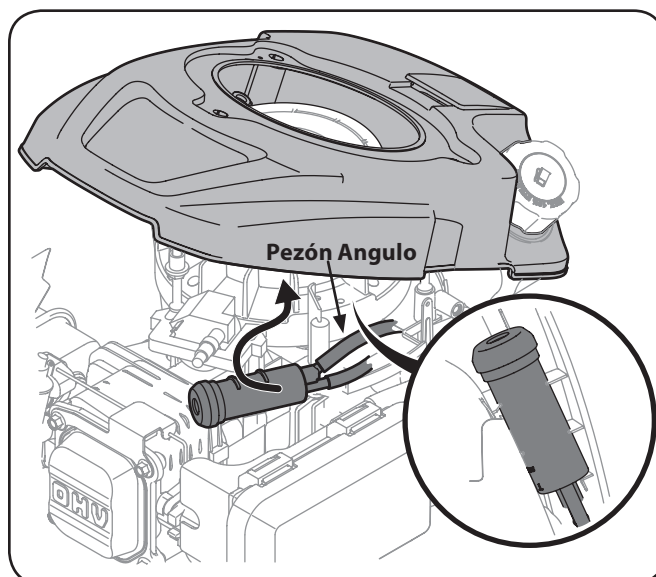

Figura 6-24
6. Vuelva a colocar la lata de carbono conjunto del filtro en su lugar debajo del motor interior cubierta. Ver Figura 6-24 recuadro.